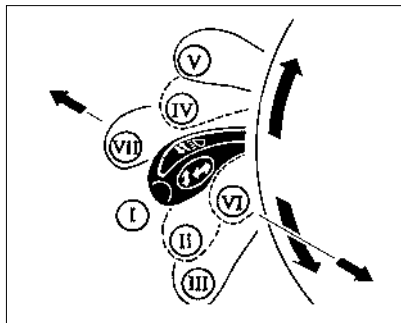

Рис. 33. Переключатель световой сигнализации
**I** (рис. 33) – **нейтральное положение.** Включен ближний свет фар,